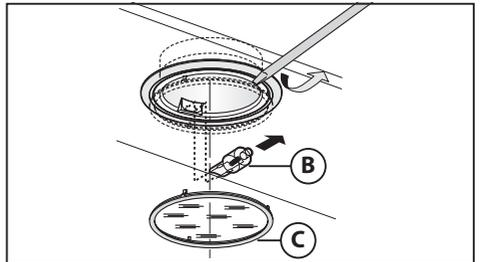

Fig.13
• **Sostituzione delle lampade alogene (Fig.13):**